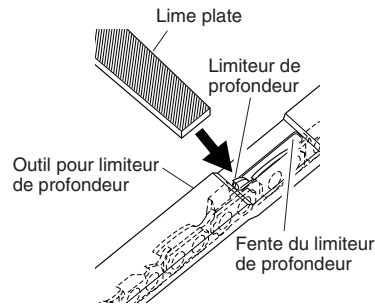

Figure 22 - Position de l'outil pour limiteur de profondeur sur la chaîne
1. Placer l'outil pour limiteur de profondeur fermement par-dessus 2 taillants. S'assurer que le limiteur de profondeur entre dans la fente de l'outil. (Voir la figure 22.)